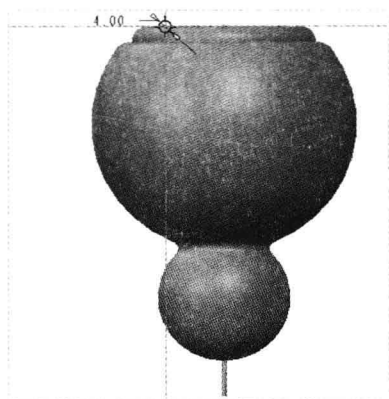

图 8-55 绘制截面 2
Step 07 进入草绘环境，单击“草绘”选项卡中的相应按钮，绘制截面，如图 8-55 所示，单击“关闭”面板中的“确定”按钮✓，完成截面绘制并退出草绘环境。